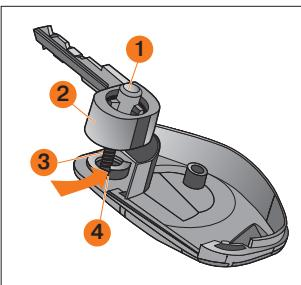

Рис. 5. Устройство ключа с ПДУ
Во время разъединения корпусов ключа под воздействием пружины кнопки ключа **3** (рис. 5), головка ключа **2** и кнопка ключа **1** выпадут со своих штатных мест.
- Вставить кнопку ключа **1** (рис. 5) в головку ключа **2**, совместив выступы кнопки с пазами головки ключа.
- Совместить выступающий наружу ус пружины **3** с пазом нижнего корпуса ключа **4**, обозначенным стрелкой (рис. 5).